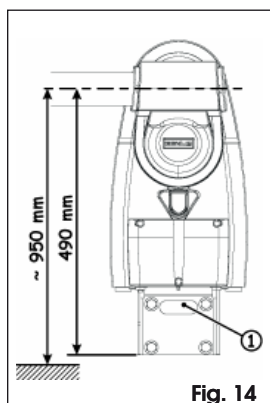

Fig. 14
Nell'applicazione a muro i cavi elettrici possono essere incassati nel muro, facendoli uscire dalla tasca (Fig. 14 rif. 1), oppure esterni, utilizzando adeguati tubi o guaine. Per determinare la posizione dei cavi fare riferimento al capitolo 4.3.1.
1. Determinare la posizione della staffa tenendo presente la quota di Fig. 14. Si consiglia di installare l'automazione in modo che l'asta si trovi ad un'altezza di circa un metro dal terreno.